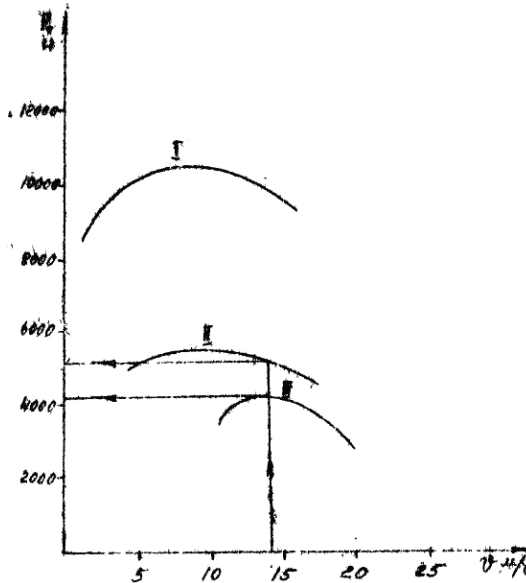

Рисунок 2.
Напишите уравнение тягового баланса для данных условий движения, при этом воспользуйтесь тяговой характеристикой (рис.2), если известно: габаритная высота автомобиля  $H = 2,2$  м, ширина колеи передних колес  $B = 1,6$  м; коэффициент сопротивления воздуха  $K_g = 0,687 \text{ Н} \cdot \text{с}^2/\text{м}^4$ ; полный вес автомобиля  $G_a = 72520 \text{ Н}$ .
3. Из тяговой характеристики (рис. 2) определим, на какой передаче целесообразно двигаться автомобилю. Из точки 13,9 м/с на оси абсцисс восстановим перпендикуляр к ней до пересечения с кривыми 2 и 3 передач. Определим, какие силы тяги разовьют при этом автомобиль. Они равны 4100 Н и 5150 Н. Из сравнения с силами сопротивления приходим к выводу, что автомобиль может двигаться с ускорением на 2 и 3 передачах. Однако с точки зрения топливной экономичности целесообразно двигаться на 3-ей передаче. Для нее и выполним дальнейший расчет.